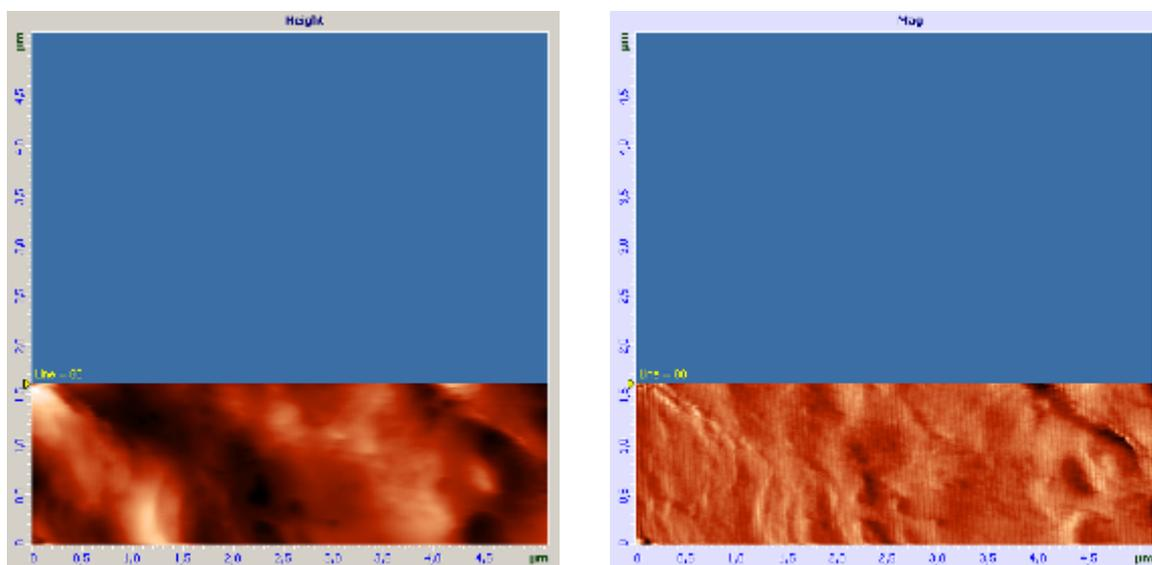

Рис. 6-45. Изображения рельефа и распределения локальной жесткости
- начнется построчное сканирование поверхности образца и в области отображения 2D-данных сканирования появятся два изображения: в одном отобразится рельеф поверхности (сигнал **Height**), в другом – распределение локальной жесткости (сигнал **Mag**) (Рис. 6-45);